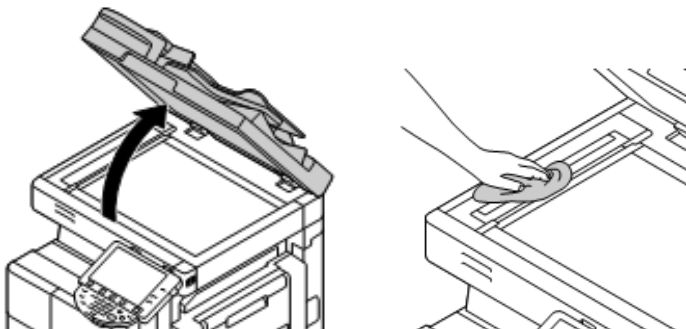

图 4-56 玻璃面板清洁示意图
- a. 清洁狭长扫描玻璃（见图 4-56）：打开 ADF；用干布擦拭狭长扫描玻璃；沿导板从后到前擦去污渍。